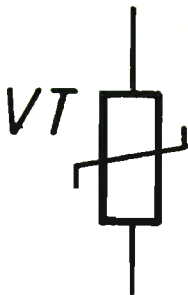

Fig. 1 - Simbolo elettrico, normalmente utilizzato nella composizione dei circuiti teorici, del varistore.
Fig. 1 - Il simbolo della lampada al neon è composto da due trattini paralleli racchiusi in un cerchietto, in modo da evidenziare chiaramente la composizione di questo elemento: due elettrodi racchiusi in un involucro, di vetro o di plastica, contenente il gas neon.
Fig. 1 - Progetto completo di un elemento ricetrasmittente. Il fototransistor TR1 riceve i raggi infrarossi, li rivela e li invia al sistema di amplificazione sino a trasformarli in voci e suoni sui padiglioni di una cuffia. Il diodo LED D1 invia nello spazio, più precisamente in direzione del fototransistor della stazione ricevente, i raggi infrarossi modulati dai segnali provenienti dal microfono. La commutazione del dispositivo nelle due funzioni di ricezione (R) e di trasmissione (T) si ottiene manovrando il commutatore multiplo S1a - S1b. L'alimentazione dell'intero circuito si ottiene mediante due pile piatte, da 4,5 Vcc, collegate in serie tra di loro.